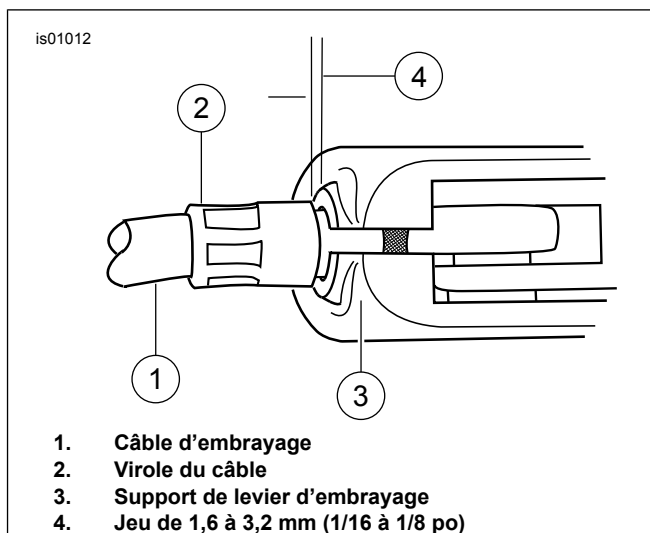

Figure 4. Levier de guidon d'embrayage
- b. Voir Figure 4. Séparer la virole du câble d'embrayage (2) du support du levier d'embrayage (3) pour vérifier le jeu. Tourner le régleur de câble afin d'obtenir un jeu de 1,6 à 3,2 mm (1/16 à 1/8 po) entre l'extrémité de la virole du câble et le support du levier d'embrayage.